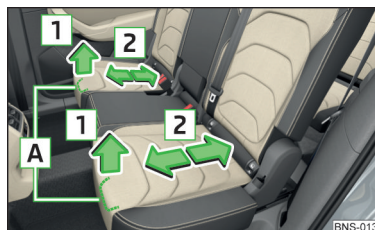

Fig. 88
- Tirer la manette **A** dans le sens de la flèche **1** et pousser le siège dans le sens de la flèche **2** jusqu'à obtenir la position souhaitée » fig. 88. Une fois le levier de commande relâché, le verrouillage doit s'enclencher de façon audible.